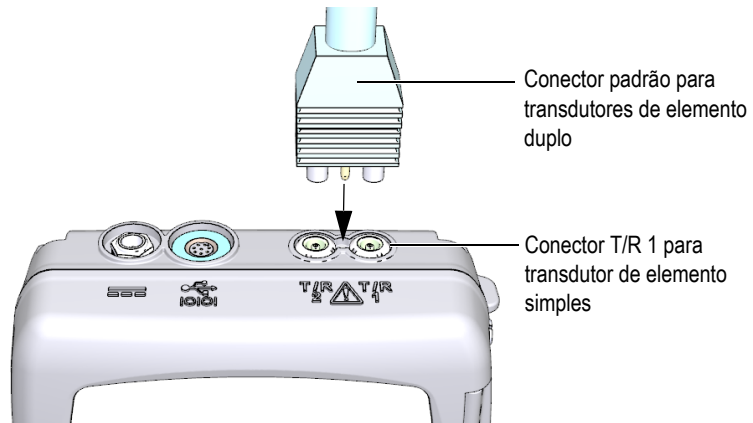

Figura 5-1 Conectar transdutor
1. Conecte o transdutor no conector do transdutor localizado na parte superior do 38DL PLUS (veja Figura 5-1 na página 72). Use o conector T/R 1 para transdutores de elemento simples.